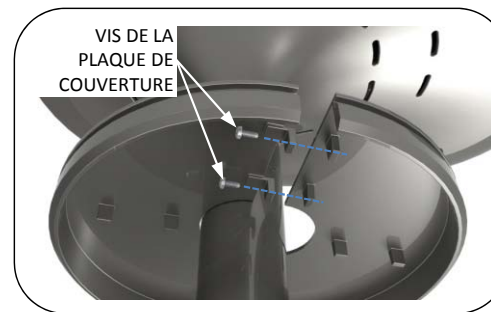

Fig. 5 – Installez la plaque de couverture
4. Installez les plaques de couverture tel qu'indiqué dans la Fig. 5.